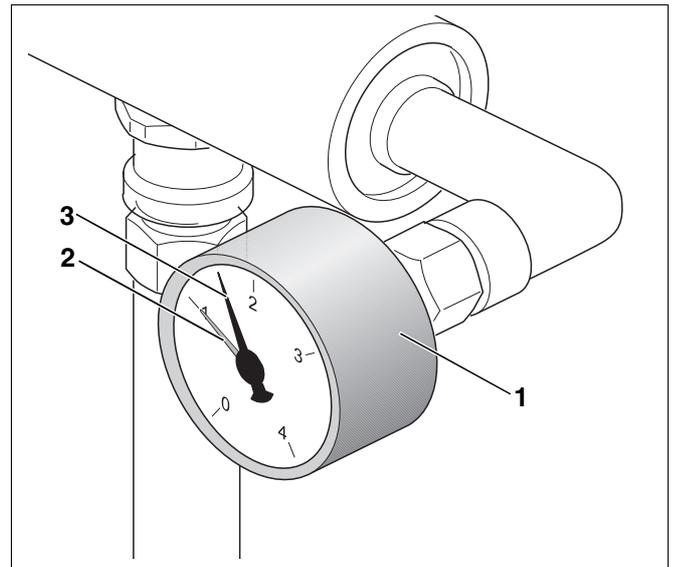

Fig. 13 Manometro
L'impianto di riscaldamento è dotato di un manometro (fig. 13, [1]), sul quale è possibile leggere l'attuale pressione dell'impianto.
Negli impianti chiusi, la lancetta del manometro (fig. 13, [3]) deve stare sopra la lancetta rossa (fig. 13, [2]).
La lancetta rossa (fig. 13, [2]) del manometro deve essere regolata sulla pressione necessaria per l'impianto di riscaldamento. L'installatore imposterà per voi il valore della pressione necessaria.
- ▶ Controllare che la lancetta del manometro (fig. 13, [3]) stia sopra la lancetta rossa (fig. 13, [2]).
Se la lancetta del manometro (fig. 13, [3]) si trova al di sotto della lancetta rossa (fig. 13, [2]), la pressione dell'acqua dell'impianto di riscaldamento è troppo bassa. Dovete reintegrare la perdita d'acqua di riscaldamento, con acqua di rabbocco.
- ▶ Aprire con prudenza il rubinetto di carico e scarico della caldaia e il rubinetto dell'acqua e riempire lentamente l'impianto di riscaldamento, fino a che la lancetta del manometro (fig. 13, [3], pag. 21) si posizioni al di sopra della lancetta rossa (fig. 13, [2], pag. 21).